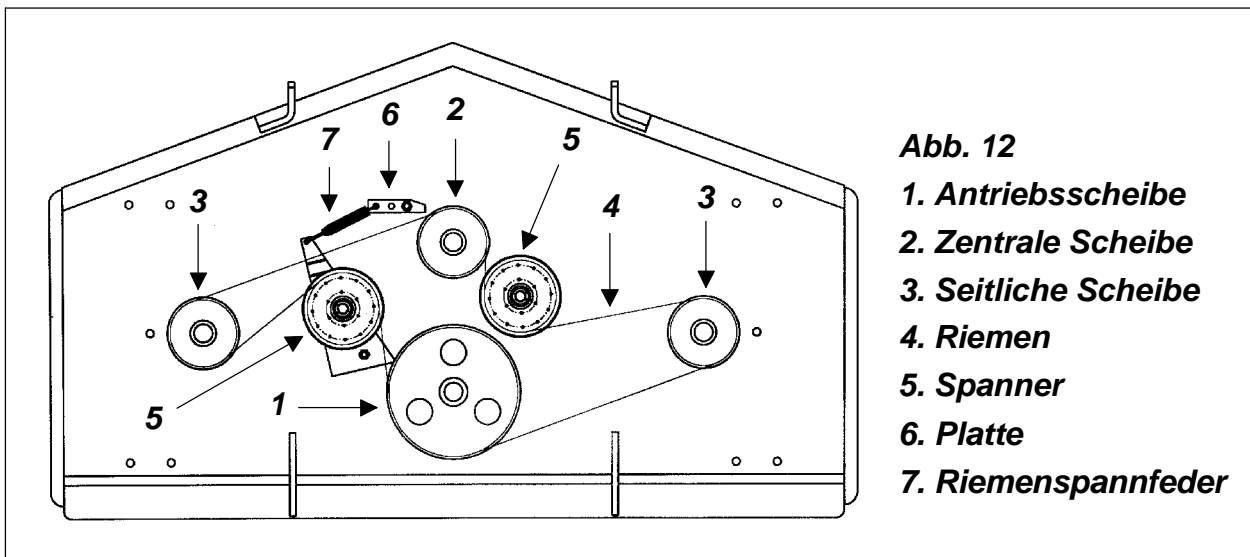

Abb. 12
6. Die neue Keilriemen einsetzen. Das Riemen von der Scheibe des rechten Rotors führen (**siehe Abb. 12**).